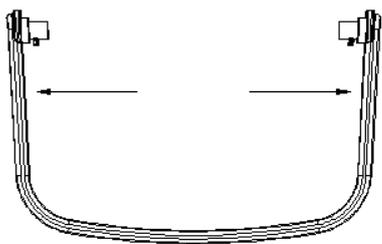

Fig.1
- 1) Afferrare entrambi i lati della maniglia mostrati nelle frecce con le mani e tirarli verso l'esterno (vedere Fig.1).